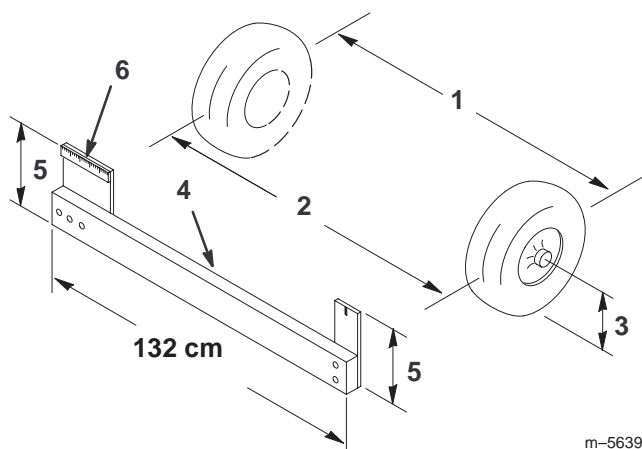

Figure 34
2. Mesurez la distance entre les roues avant à hauteur d'essieu, à l'avant et à l'arrière des roues (Fig. 34). Un gabarit ou un compas à verges est nécessaire pour mesurer l'arrière des roues avant à hauteur d'essieu. Utilisez le même gabarit ou outil pour mesurer précisément l'avant des roues avant à hauteur d'essieu (Fig. 34).